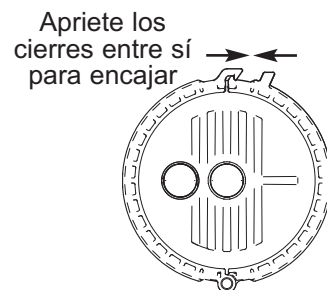

FIG. 15
9. Deslice el conjunto de la tapa hacia abajo sobre las tomas del cartucho de repuesto hasta que quede asentado en forma plana en la parte superior del vaso colector, luego trabaje la abrazadera en el vaso colector apretando los cierres entre sí, tal como se muestra en la Fig. 15, hasta que encajen. La abrazadera no encajará si el cartucho y el vaso colector no están correctamente asentados y alineados.